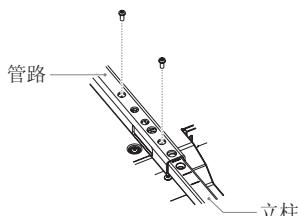

图 2
- 请使用附带的螺钉安装立柱和管路。请将螺钉拧入管路上的两个螺钉孔 (图 2)。